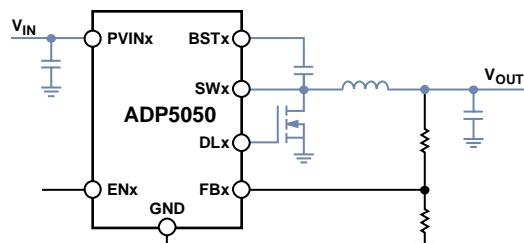

図 64. 代表的な回路において、
- 高電流ループ・パターンは、出来るだけ短くて太くなるようにして下さい。図 64 に高電流が流れる経路を示します。